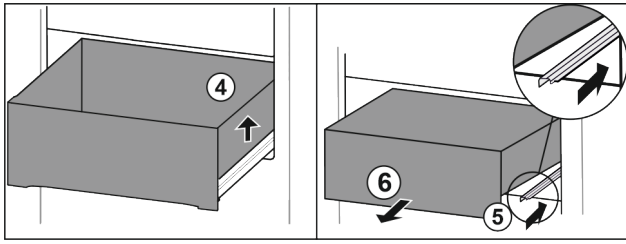

Fig. 160
- ▶ Sollevare il cassetto a destra. Fig. 160 (4)
- ▶ Inserire la guida destra. Fig. 160 (5)
- ▶ Rimuovere il cassetto tirandolo in avanti. Fig. 160 (6)